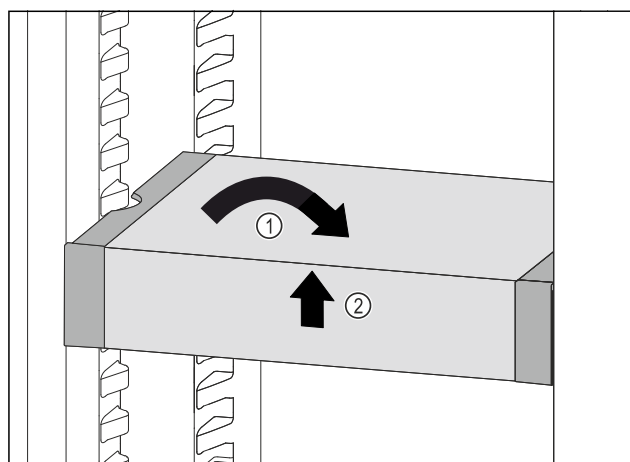

Fig. 101
- Collocare VarioSafe in maniera dritta. Fig. 101 (1)
- Sollevare VarioSafe dal lato anteriore. Fig. 101 (2)